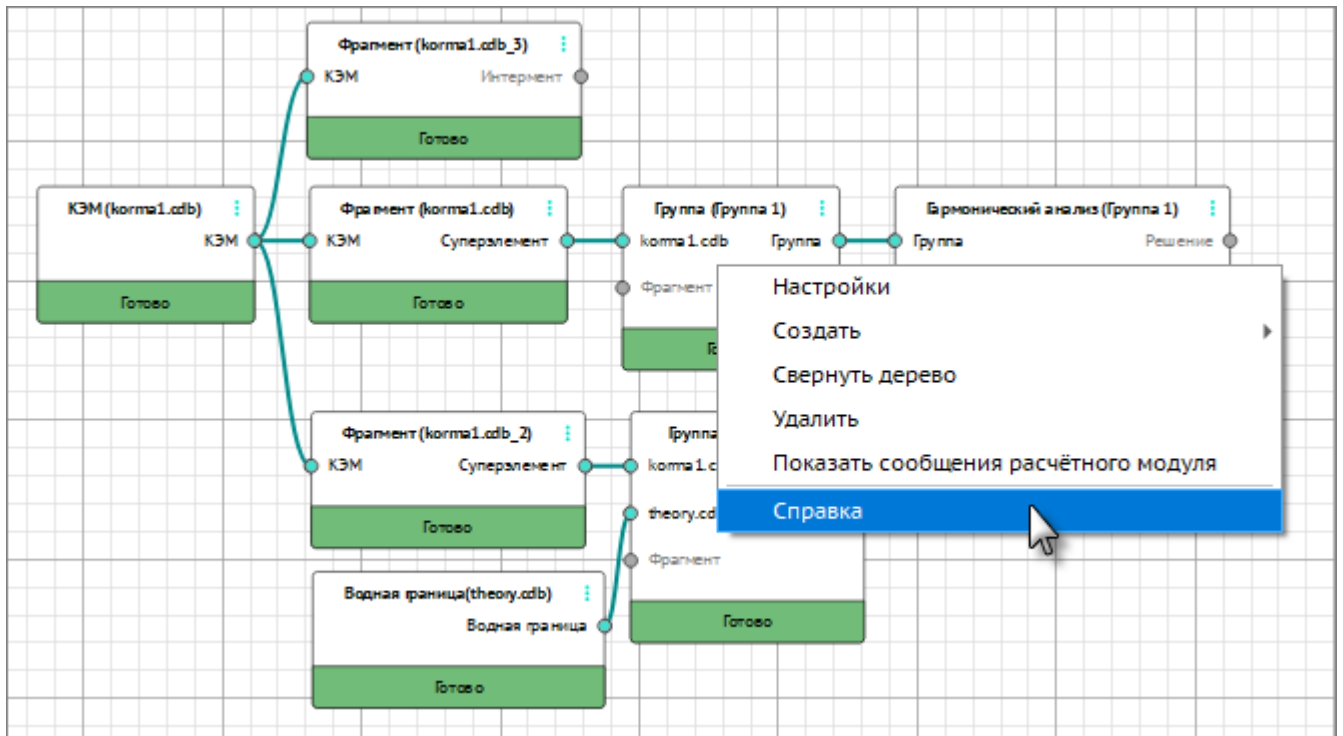

Рисунок 72 – Команда «Справка» в контекстном меню карточки «Группа»
- из контекстного меню каждой карточки (Рисунок 72).